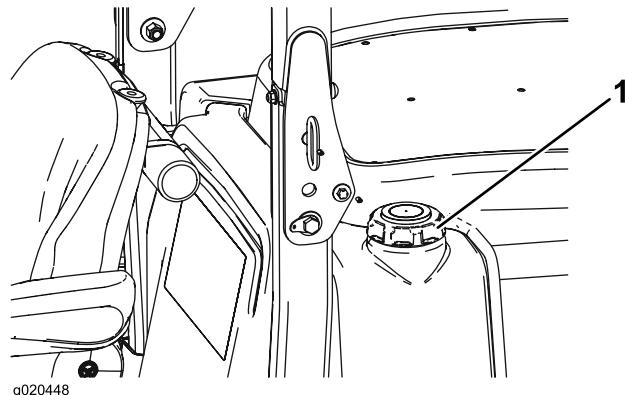

Bild 10
3. Schrauben Sie den Tankdeckel ab (Bild 10).